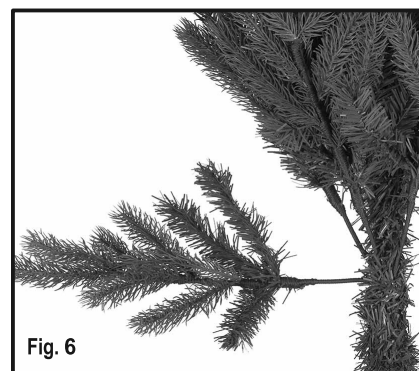

Fig. 6
6. La partie supérieure de l'arbre aura des branches *enveloppées* à la place des branches articulées. Abaissez doucement les branches et façonnez-les de la même manière que les branches des sections précédentes (figure 6).
La procédure d'assemblage est la même, mais contrairement aux branches d'arbre articulées, les branches enveloppées doivent être abaissées individuellement pour être mises en place. En remontant du bas vers le haut, abaissez doucement toutes les branches de leur position verticale en les saisissant et en les tirant vers le bas (figure 6). Reportez-vous à la section **"Mise en forme des branches"** pour connaître les procédures de mise en forme appropriées.